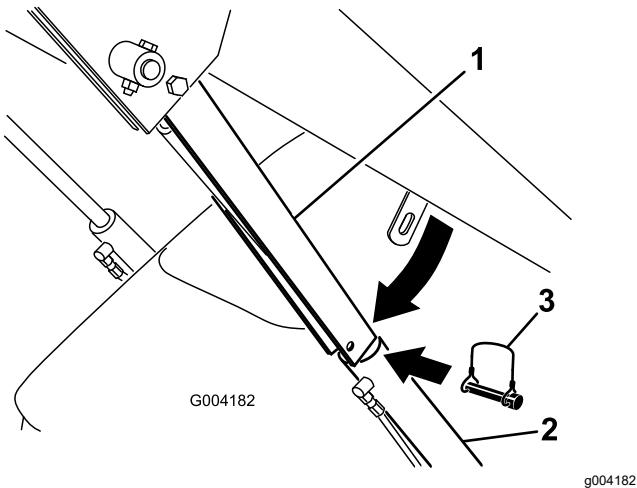

Figura 22
4. Retire la pasador de seguridad que fija el bloqueo del cilindro al brazo de carga (Figura 22).
5. Baje el bloqueo del cilindro sobre la barra del cilindro y fíjelo con el pasador de seguridad (Figura 22).